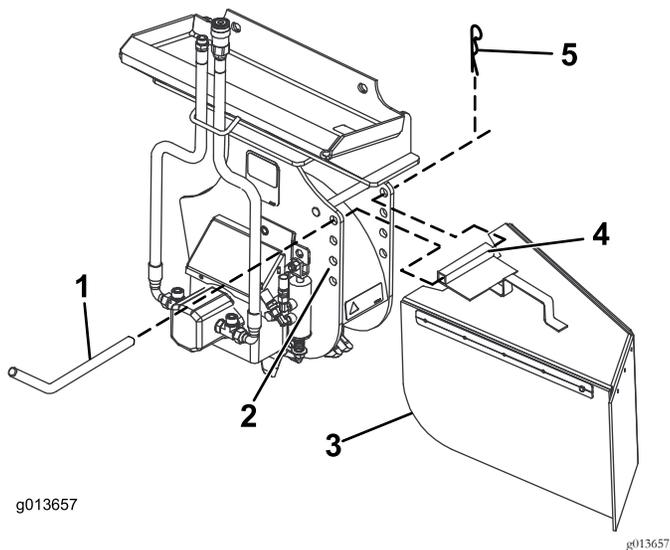

Figura 7
- Infilate il perno del deflettore attraverso i fori sulla trinciatrice e nel tubo di montaggio (Figura 7).
- Fissate il perno con una coppiglia (Figura 7).
Il trinciaceppi è dotato di 4 serie di fori di montaggio per montare il deflettore per trucioli (Figura 7). Spostate il deflettore in alto (nei fori superiori) quando trinciate vicino al suolo e in basso (nei fori inferiori) quando trinciate ceppi alti. Montate il deflettore per trucioli nel modo seguente:
- Posizionate il tubo di montaggio del deflettore tra 2 fori sulla trinciatrice (Figura 7).